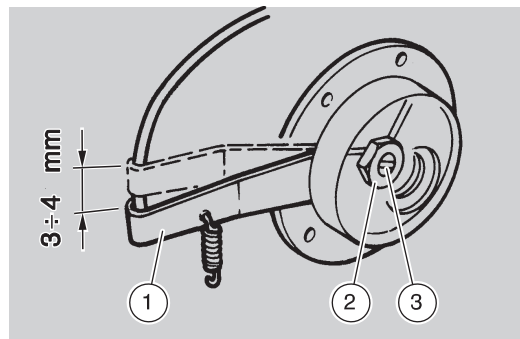

Fig. 20
- allentare il dado interno (2-Fig. 20) con l'apposita chiave in dotazione;
- girare la vite di regolazione con un cacciavite (3-Fig. 20) fino al recupero totale del gioco;
- svitare la suddetta vite di 1/2 giro circa, corrispondente a 3 - 4 mm di corsa del cavo (1-Fig. 20);